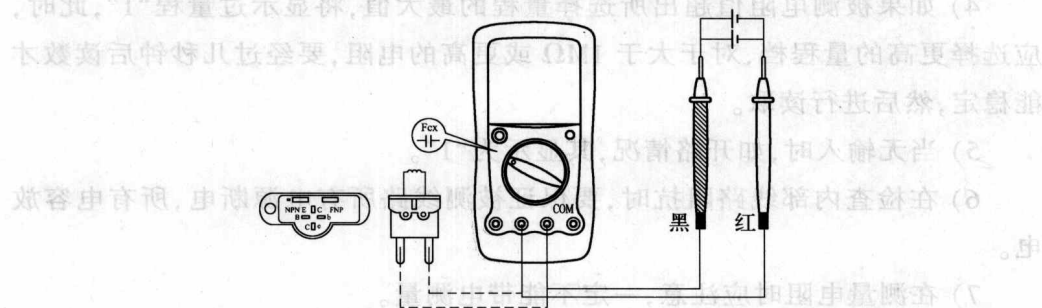

图 1-9 电容测试的连接方法
(7) 电容测试:电容测试的连接方法如图 1-9 所示。
(8) 晶体管参数测量:晶体管参数测量的连接方法如图 1-9 所示。